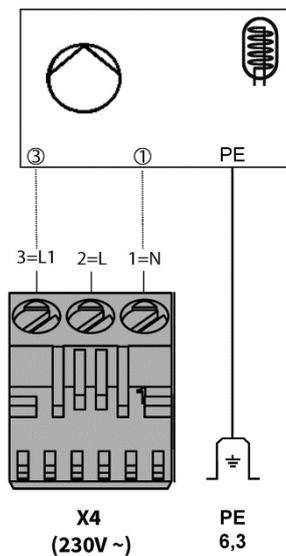

Abb. 23: Anschluss Ladepumpe für Trinkwarmwasserspeicher
- ➔ Schließen Sie die Ladepumpe gem. Abb. 23 am Stecker X4 an.